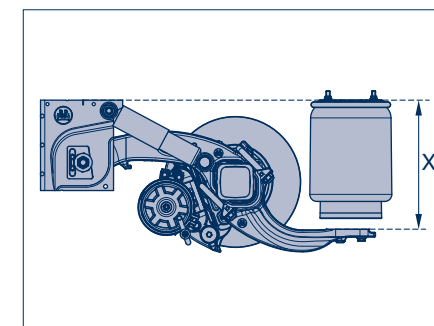

Figure 11
- [20] Mesurer l'entraxe X (figure 11). Ce dernier doit correspondre à la valeur notée lors de l'étape de travail [7]. Tolérance ± 1 mm.